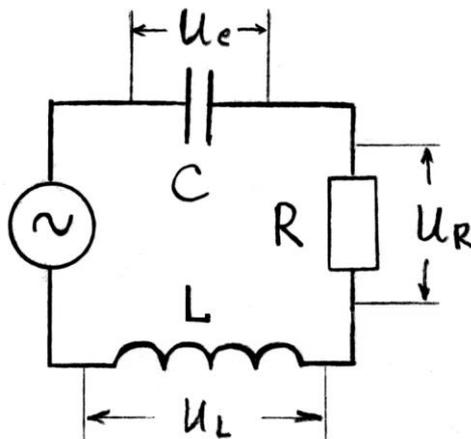

Рис.1.
Рассмотрим электрическую схему на рис.1., в которой последовательно соединенные конденсатор, резистор и катушка индуктивности подключены к генератору переменного напряжения:
Полное сопротивление  $Z$  цепи, изображенной на рис.1., определяется формулой:
2.1. Соберите на монтажном столе схему, показанную на рис. 1., предварительно выбрав значения параметров элементов следующими: